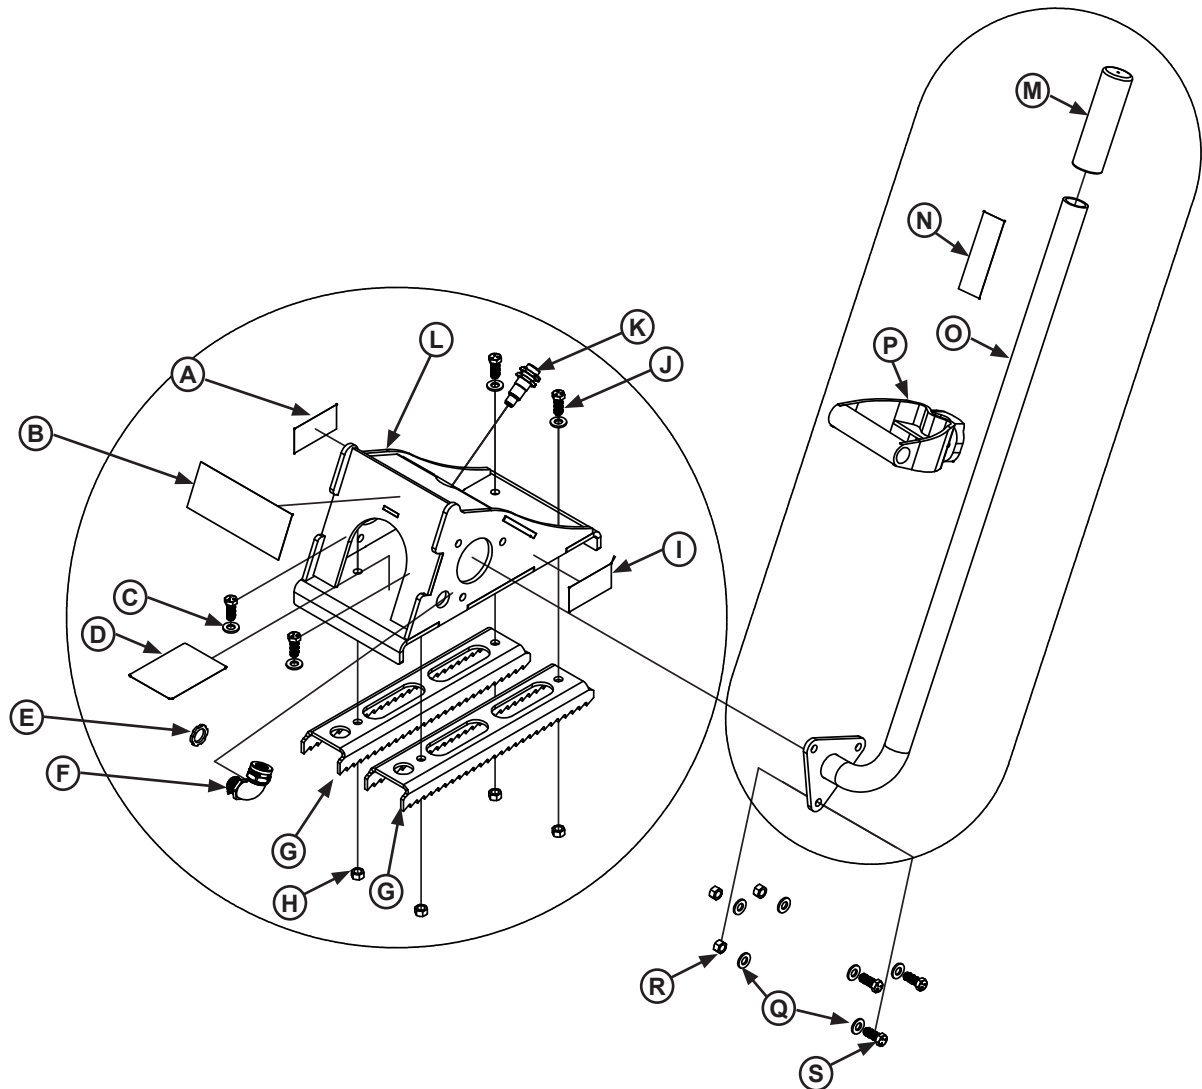

Figura 15
- a. Monte la manilla de la calza en la base de la calza con las piezas metálicas incluidas con el kit UniChock. Consulte la Figura 15.